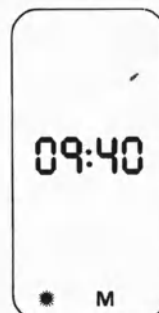

Рис. 3-5 Пример: экран ЖКД после успешного завершения самопроверки (M — данные АД в памяти, — режим измерений: дневной)
- наличие или отсутствие данных, сохраненных в памяти монитора АД (M) (Рис. 3-5).